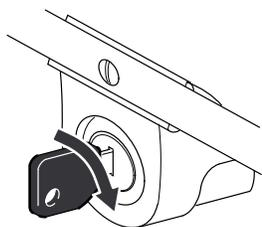

Figure 13
A. Insérer la clé de contact (Fig. 13).